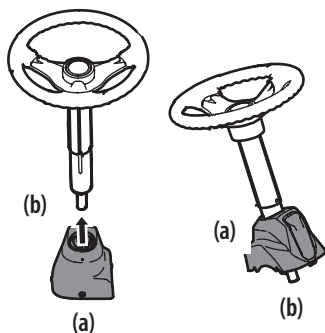

Figura 1
1. Deslice la tapa del pedestal (a) sobre el eje de la dirección (b) de manera que dicho eje (b) se instale en el montable, la tapa del pedestal (a) quedará vertical como se indica en la Figura 1.